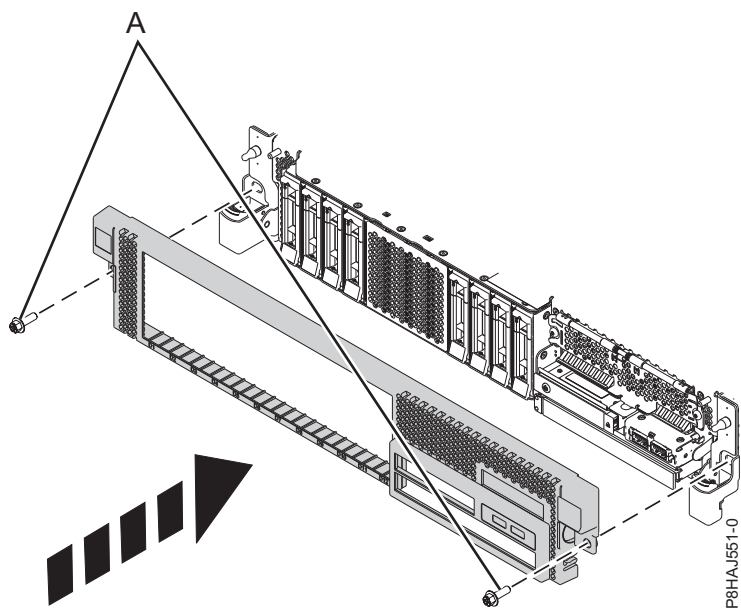

Figura 175. Instalación de la cubierta frontal
3. Cierre los pestillos de liberación empujando en la dirección que se muestra en Figura 175 en la página 214. La cubierta se insertará en su posición y dispone de una hendidura que le permite sujetarla más fácilmente.
4. Sustituya los tornillos de envío (A).